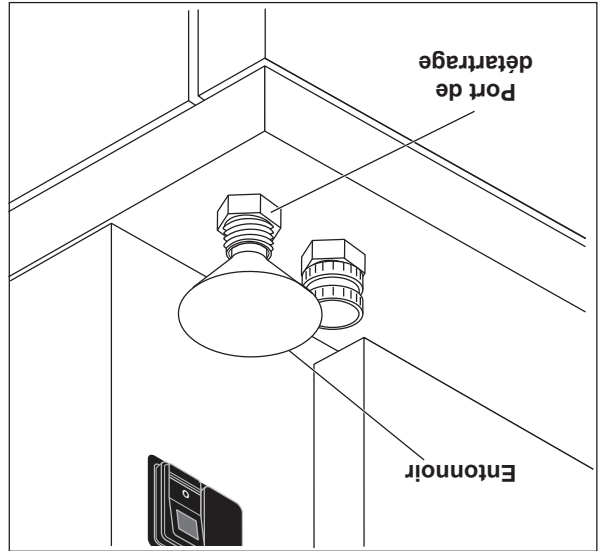

Figure 3
4. Retirez le bouchon du port situé sur le rebord avant sous le compartiment inférieur et insérez un entonnoir dans le port de détartage (fig. 3).